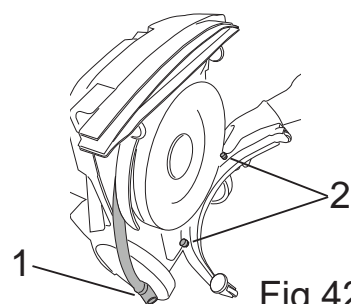

Fig.42
- Løsne oppsugingsslangen fra nalen (fig. 42 - ref. 1).
- Løsne knottene (fig.42 - ref.2).